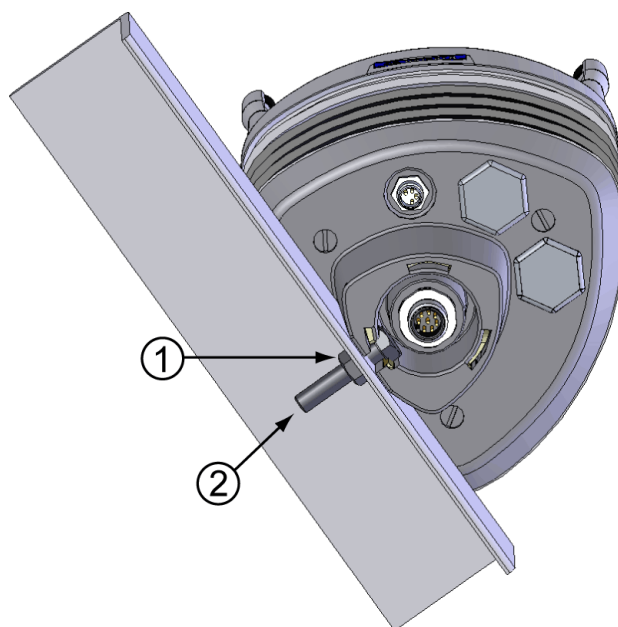
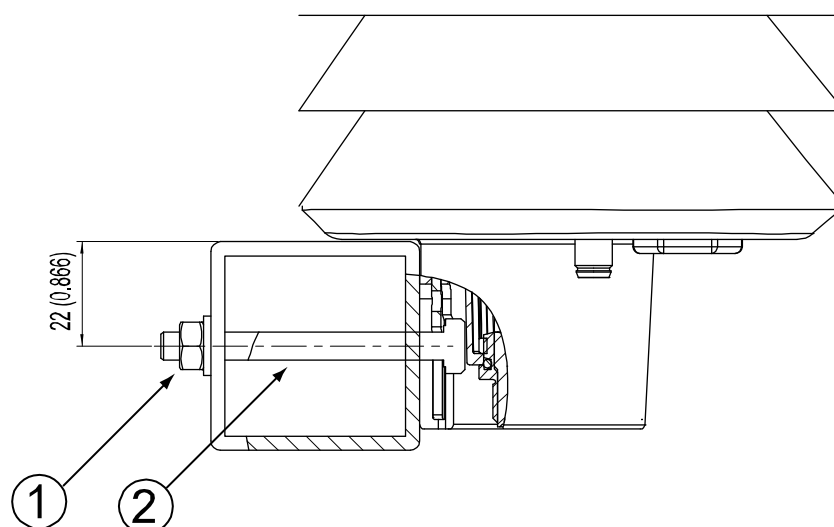

Figure 14 Montage du WXT520 sur une traverse (Profil en L)
Figure 15 **Emplacement de la vis de serrage sur la traverse**
3. Montez le transmetteur sur la traverse en utilisant la vis de serrage (M6 DIN933) et un écrou, se reporter à Figure 14 à la page 39 et Figure 15 à la page 40.
Les numéros suivant se rapportent à la Figure 14 à la page 39 :
Les numéros suivant se rapportent à la Figure 15 à la page 40 :